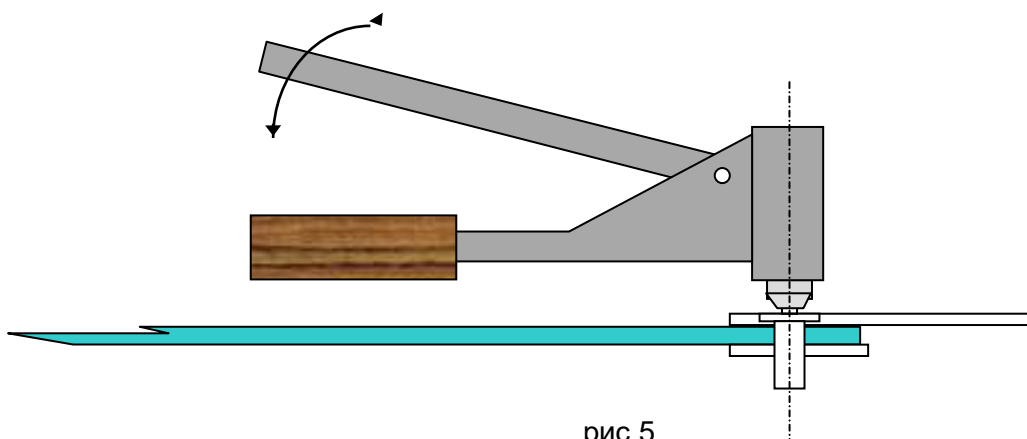

рис.5
2.4 Приклепать хвостовик к полосе, с помощью заклепочника (рис.5).